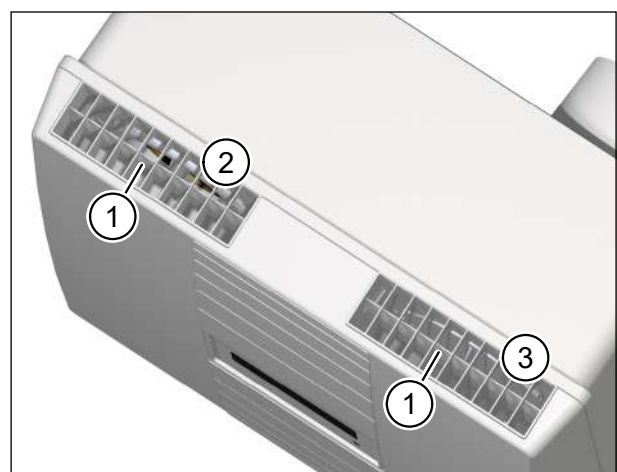

Abb. 16: Funktionskontrolle
- ▶ Überprüfen Sie die Mechanik der Luftklappen (Pos. 1 in Abb. 16):
- ▶ Überprüfen Sie die Funktion von Abluft- und Zuluftgebläse. An der Abluftöffnung (Pos. 2 in Abb. 16) und an der Zuluftöffnung (Pos. 3 in Abb. 16) muss eine Luftströmung spürbar sein.